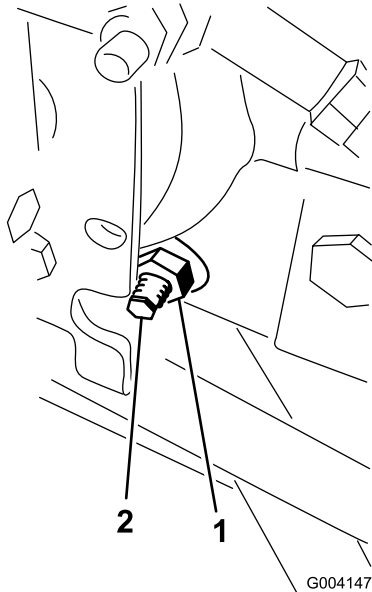

Bild 67
3. Lösen Sie rechts am Hydrostat die Sicherungsmutter an der Fahrtrieb-Einstellnocke (Bild 67).